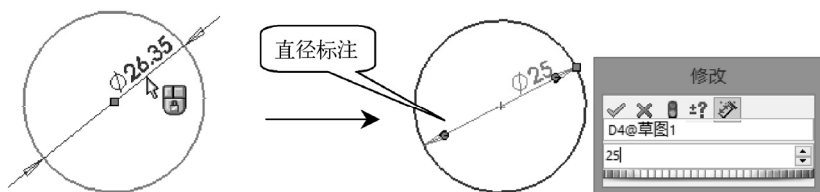

图 2-171 标注圆的直径尺寸
- **圆的尺寸标注:** 单击“草图”工具栏中的“智能尺寸”按钮, 单击圆并移动鼠标, 再次单击确定尺寸标注的放置位置, 即可标注圆的直径, 如图2-171所示。